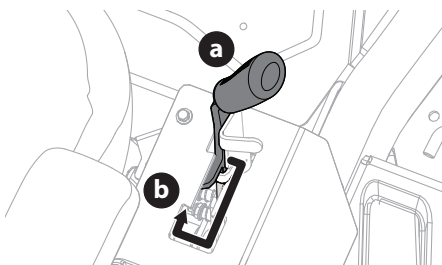

Figure 26
- Pour actionner le frein de stationnement, placez les pédales de déplacement à la position neutre, tirez le levier du frein de stationnement vers la droite de la position arrêté (« off ») (a) et tirez le levier vers l'arrière jusqu'à ce qu'il s'enclenche à la position de marche (« on ») (b) (Figure 26).